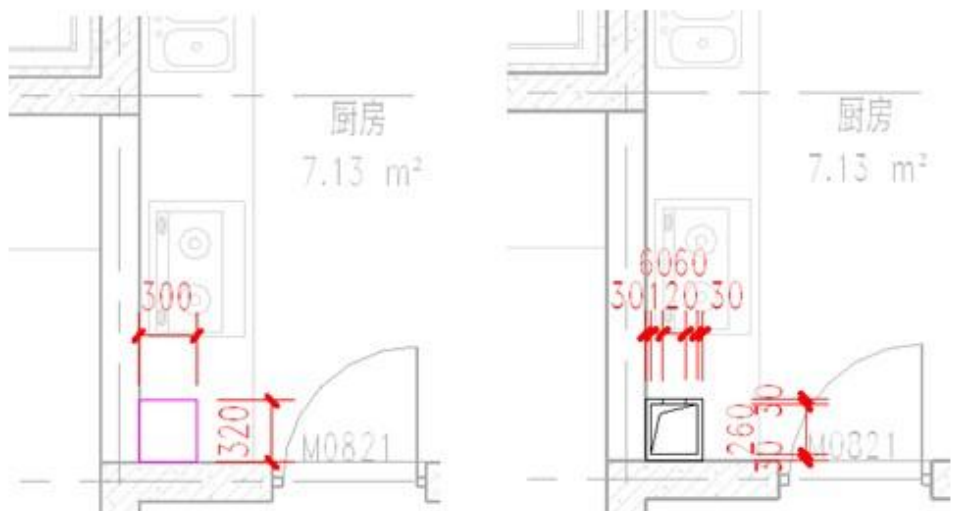

图 7-5
- 5) 使用边界线,在图示位置绘制矩形轮廓,点击“完成洞口”结束竖井洞口绘制。重复上部操作,完成图示卫生间排气道的绘制(如图7-5所示)。